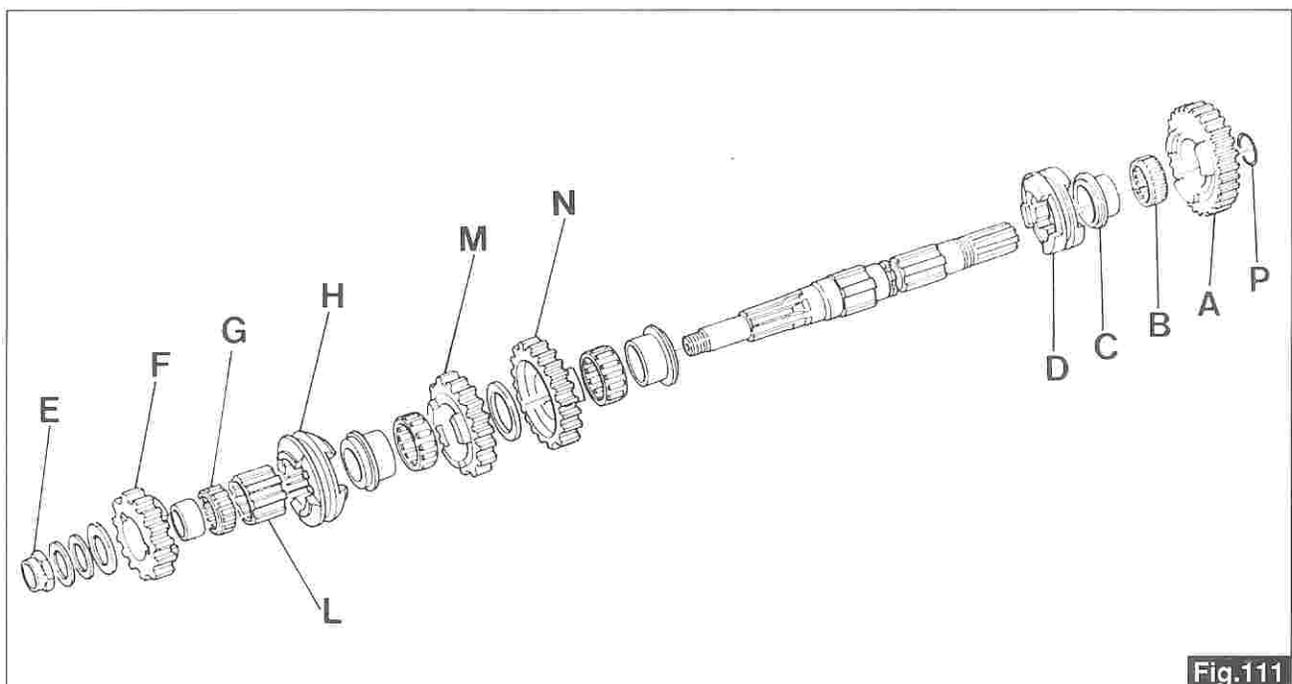

Fig.111
### Smontaggio albero secondario (fig. 111)
### Layshaft disassembly (fig. 111)
- montare sul lato 4a velocità la rosetta di spallamento, quindi le rosette di aggiustaggio fino a che tra le rosette di aggiustaggio e l'ingranaggio 5a velocità si raggiunga la quota prestabilita di mm 144,7÷145,2. (Per la misura togliere l'anello OR tra ingranaggio 1a e 5a velocità) («P» di fig.111);
- fit the shoulder washer on 4th speed side, or the adjusting washers, until the distance between the adjusting washers and the 5th speed gear reaches a preset distance of 144.7÷145.2 mm. (in order to carry out this measurement remove the OR ring between the 1st gear and the 5th speed) («P» in fig.111);